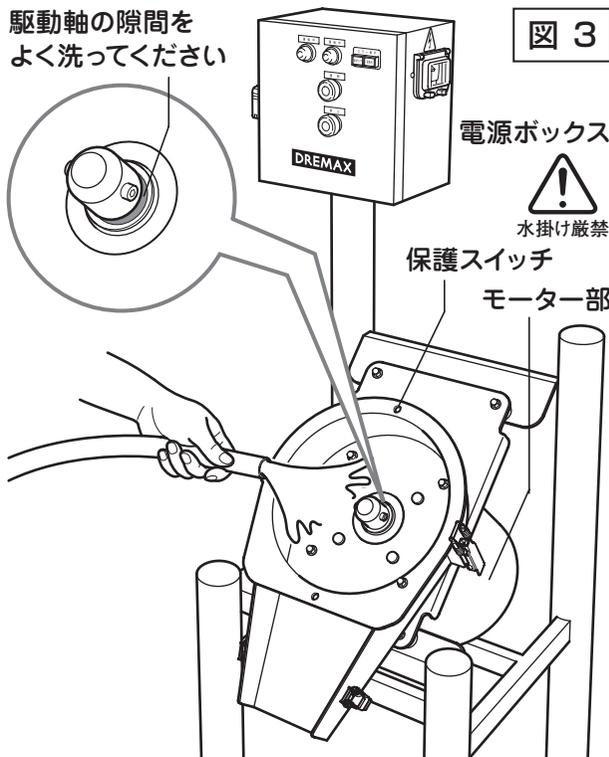

図 3
- 6 この状態で駆動軸に付いている食材や汚れを洗い落としてください。(図3)